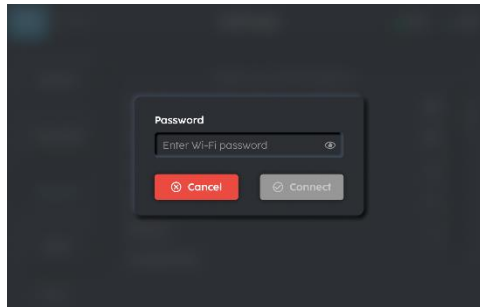

Fig. 5
1. Voer het netwerkwoord in (fig. 5).